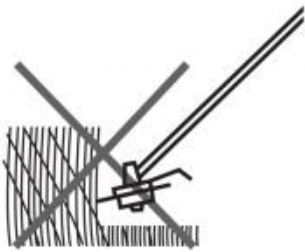

Fig. 46
7. Klipp längre gräs i etapper; Klipp inte långt gräs i ett klipp (bild 46).